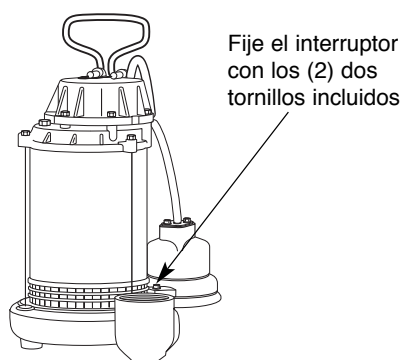

Figura 3 – Conmutador de diafragma
4. Quite los dos sujetadores del caracol de hierro fundido cerca del área de descarga. Ponga en línea el orificio con el interruptor de diafragma y vuelva a colocar los sujetadores sin apretar demasiado (Figura 3).